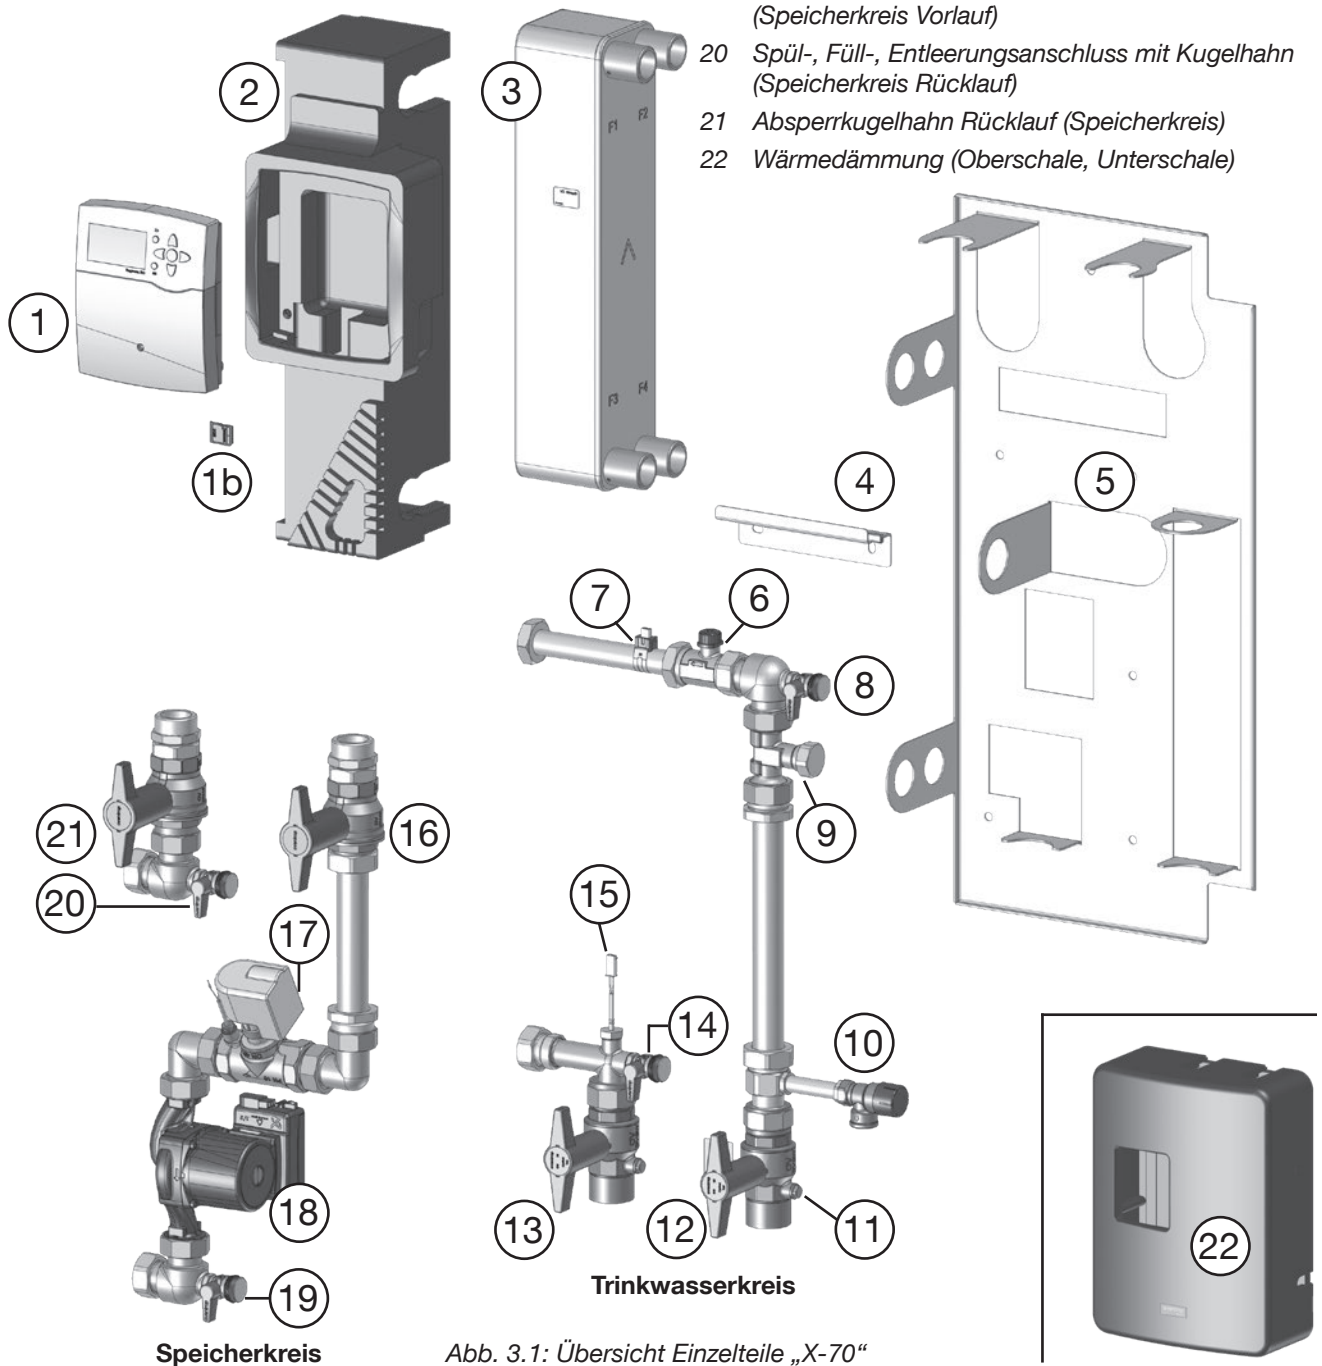
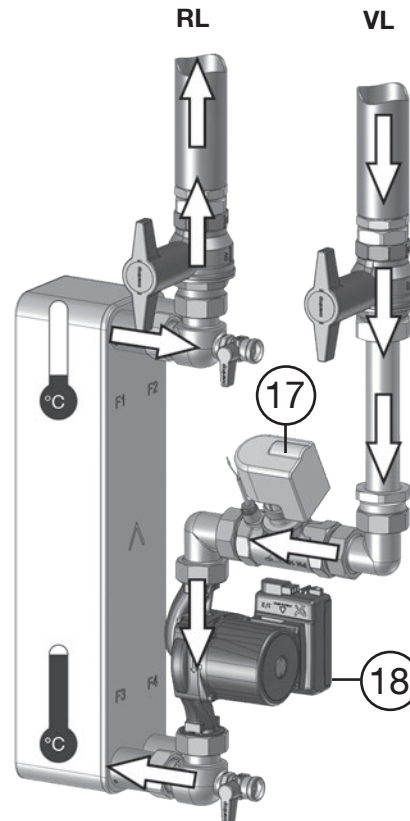
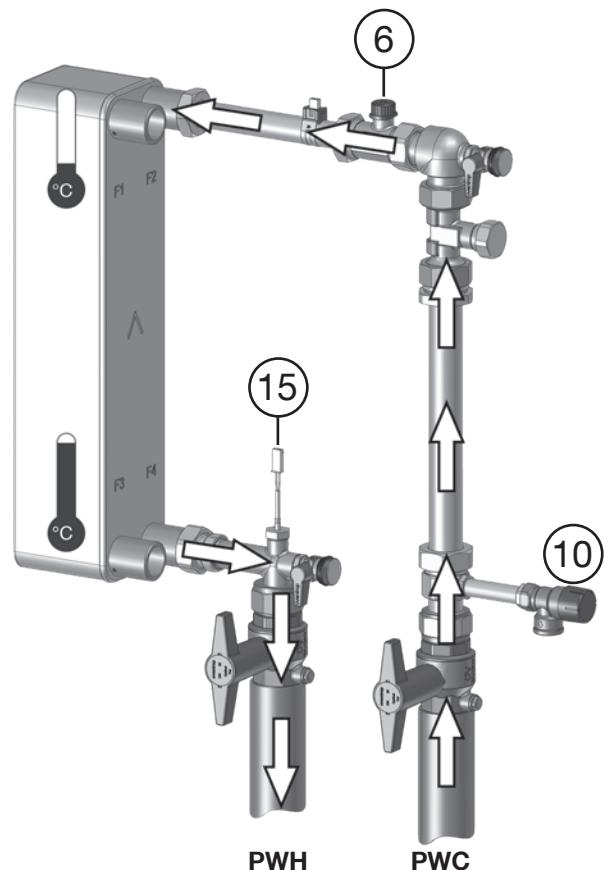

Abb. 3.1: Übersicht Einzelteile „X-70“
Abb. 3.2: Speicherseite mit Vorlauf (VL) vom und Rücklauf (RL) zum Pufferspeicher
Abb. 3.3: Trinkwasser-Seite mit Heißwasser-Bereitstellung (PWH) und Kaltwasseranschluss (PWC)
Bei einer vorgegebenen Trinkwasser-Temperatur von 60 °C und einer Speichertemperatur von 80 °C kann die Ausschüttung von warmem Trinkwasser zwischen 1 und 70 l/min betragen. Dessen Bereitstellung wird realisiert, indem der Regler (Abb. 3.1 auf Seite 9, Pos. 1) die Umwälzpumpe (Abb. 3.2, Pos. 18) auf eine (variable) Drehzahl regelt, um Heizwasser aus dem angeschlossenen Pufferspeicher bedarfsgerecht in den Wärmeübertrager einzuleiten. Auf Basis der von den Sensoren 6 und 15 (Abb. 3.3) erfassten Ist-Werte für den Volumenstrom und die Temperatur (des Trinkwassers) errechnet der Regler die zur Erreichung der gewünschten Trinkwassertemperatur notwendige Pumpendrehzahl und stellt ggf. das Drosselventil (s.u.).
Die Station ermöglicht eine bedarfsgerechte Wärmebereitstellung auch bei sehr niedrigem Trinkwasserverbrauch. Durch das in den Speicherkreis integrierte **Drosselventil** (Abb. 3.2, Pos. 17) wird die Mindestförderleistung der Umwälzpumpe (18) nochmals reduziert. Es schließt sich ab einer Zapfmenge von rund 20 l/min.